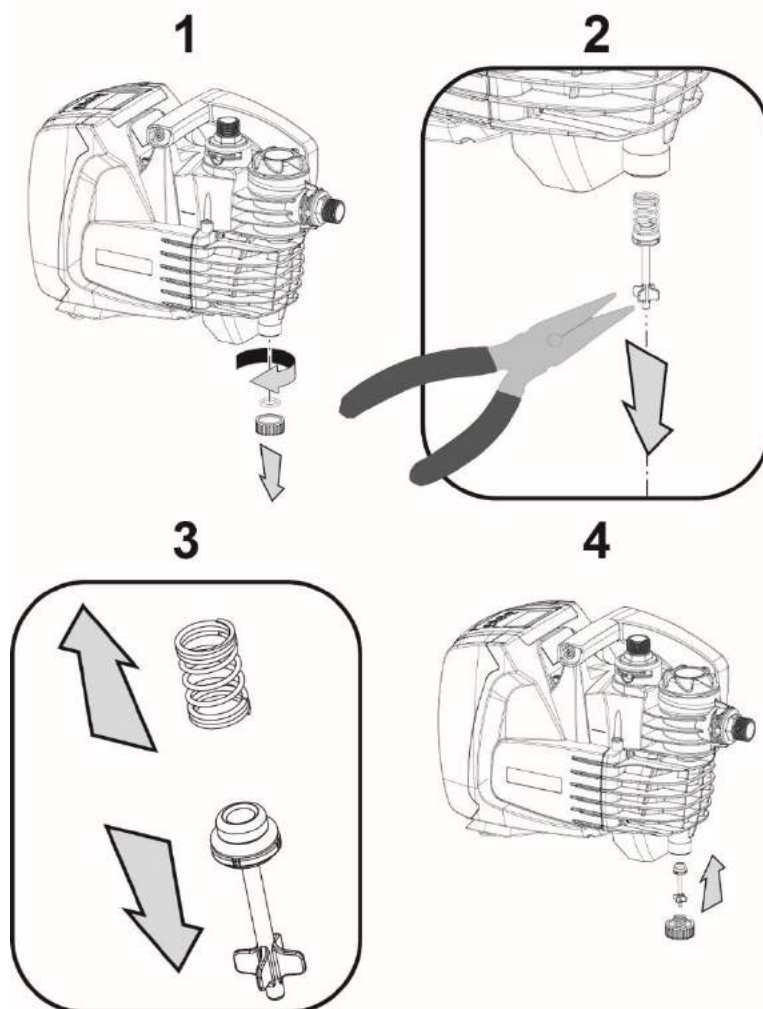

Fig. 5
3. Ta av tømmepluggen. Pass på å ikke miste O-ringene (fig. 5).